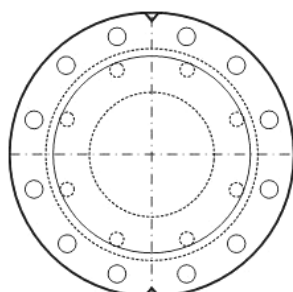

Figura 5
4. Primo passaggio: - stringere in sequenza incrociata tutte le viti con una chiave dinamometrica come da figura 5. (Applicando il 30% circa della coppia massima, come da tabella 1)